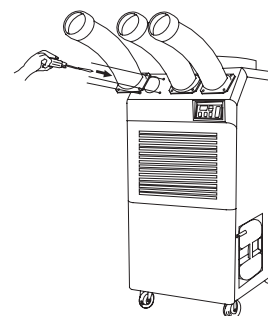

Figure 5
3. Utilisez les vis ci-jointes à l'intérieur de la boîte avec le tuyau de sortie d'air froid pour installer le(s) tuyau(s) de sortie d'air froid sur le climatiseur, comme illustré à la Figure 5.